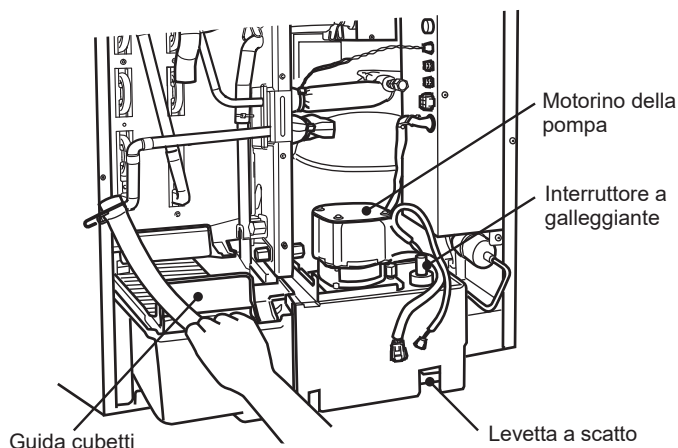

Fig. 4
5) Rimuovere il serbatoio dell'acqua, la guida cubetti, la staffa del motorino della pompa, il motorino della pompa e l'interruttore a galleggiante. Vedere Fig. 4.